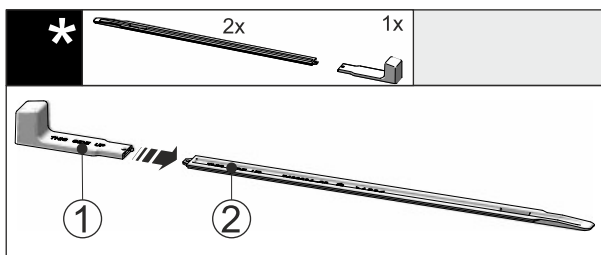

Fig. 45
- Pielieciet montāžas rokturi Fig. 45 (1) pie līmeņošanas sliedes Fig. 45 (2).